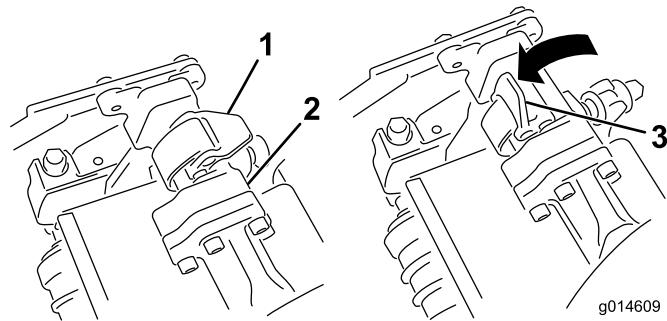

Figura 11
5. Con los enganches del brazo de suspensión orientados hacia arriba (es decir, abiertos) (Figura 11), empuje hacia abajo el brazo de suspensión de modo que la barra encaje en la barra situada en la parte superior de la unidad de corte (Figura 12).
6. Presione los enganches hacia abajo alrededor de la barra de la unidad de corte y bloquéelos (Figura 11).